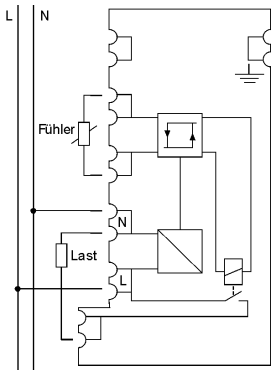

Fig. 1
- Beachten Sie beim Anschluss bitte die Fig. 1 und 2.